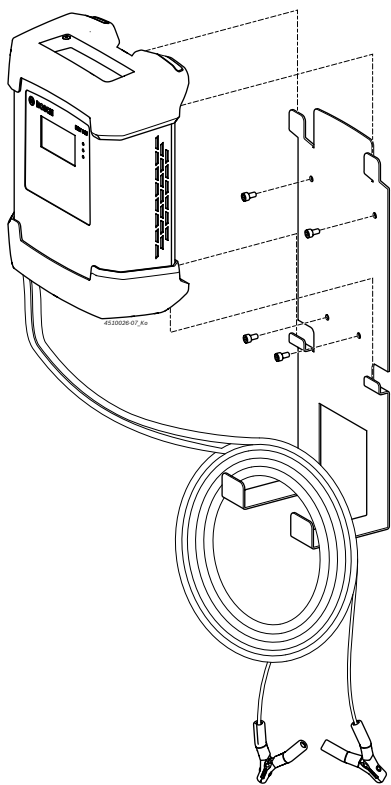

рис. 2: BAT 645 с настенным держателем
**I** Четыре ножки BAT 645 должны вставляться в настенный держатель всегда сверху и снизу. Зарядные кабели и сетевой кабель можно подвесить на настенный держатель (см. рис. 2).